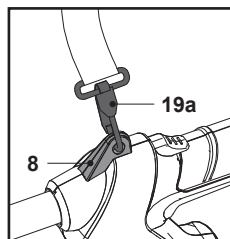

Fig. 14
4. Bloquer le harnais sur l'anneau de suspension (8) (Fig. 14).